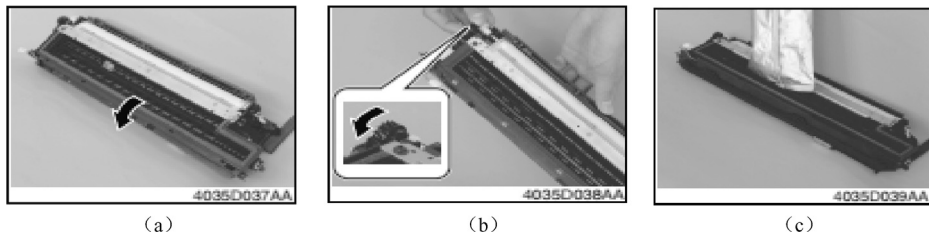

图 4-46 显影剂的更换图
⑦ 显影剂的更换（见图 4-46）。
按照箭头方向旋转齿轮，显影单元如图 4-46（b）所示倾斜，倒出套辊表面上的显